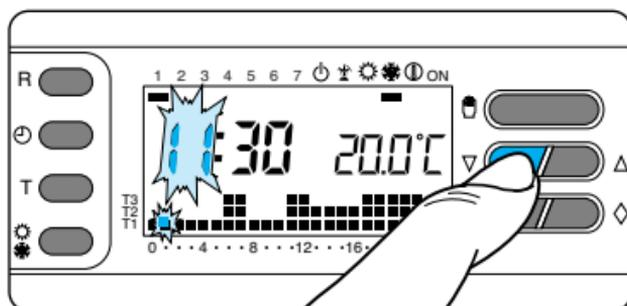

Fig. 19
3.5 -Premere il pulsante ∇ oppure Δ fino a raggiungere l'ora esatta (fig. 19).